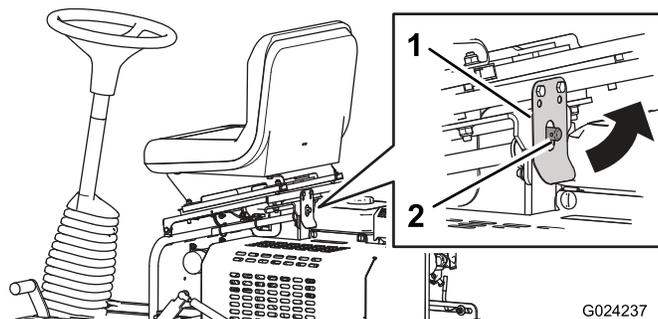

Рисунок 31
2. Оттяните защелку сиденья и наклоните сиденье вперед (Рисунок 31).